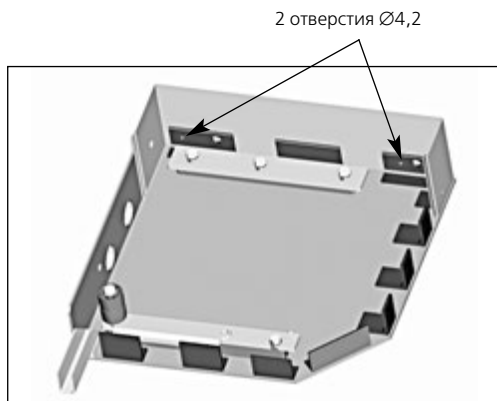

Рис.2.9
- 2.** Разметить и сверлить совместно в уголках верхней части крышек и в задней панели короба по два отверстия Ø4,2 мм для последующей установки заклепок (рис.2.9);